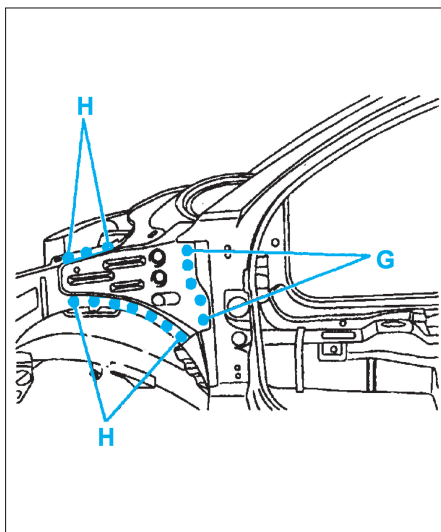

FIG. 56
- par points électriques suivant (F) (avec l'équipement AB1) et meuler,
- par points bouchons au MIG suivant (G) et meuler (Fig.56),